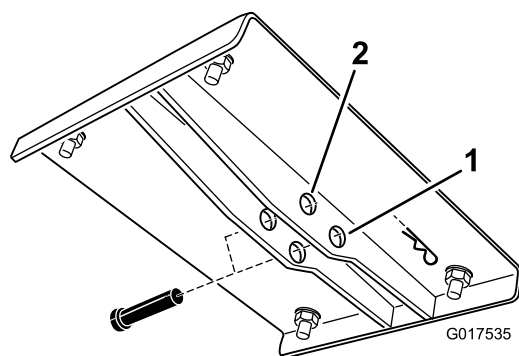

Figure 6
7. Repérez les deux ensembles de trous dans le support de relevage supérieur (Figure 6). Sélectionnez l'ensemble de trous dans le support correspondant aux véhicules diesel et à essence.